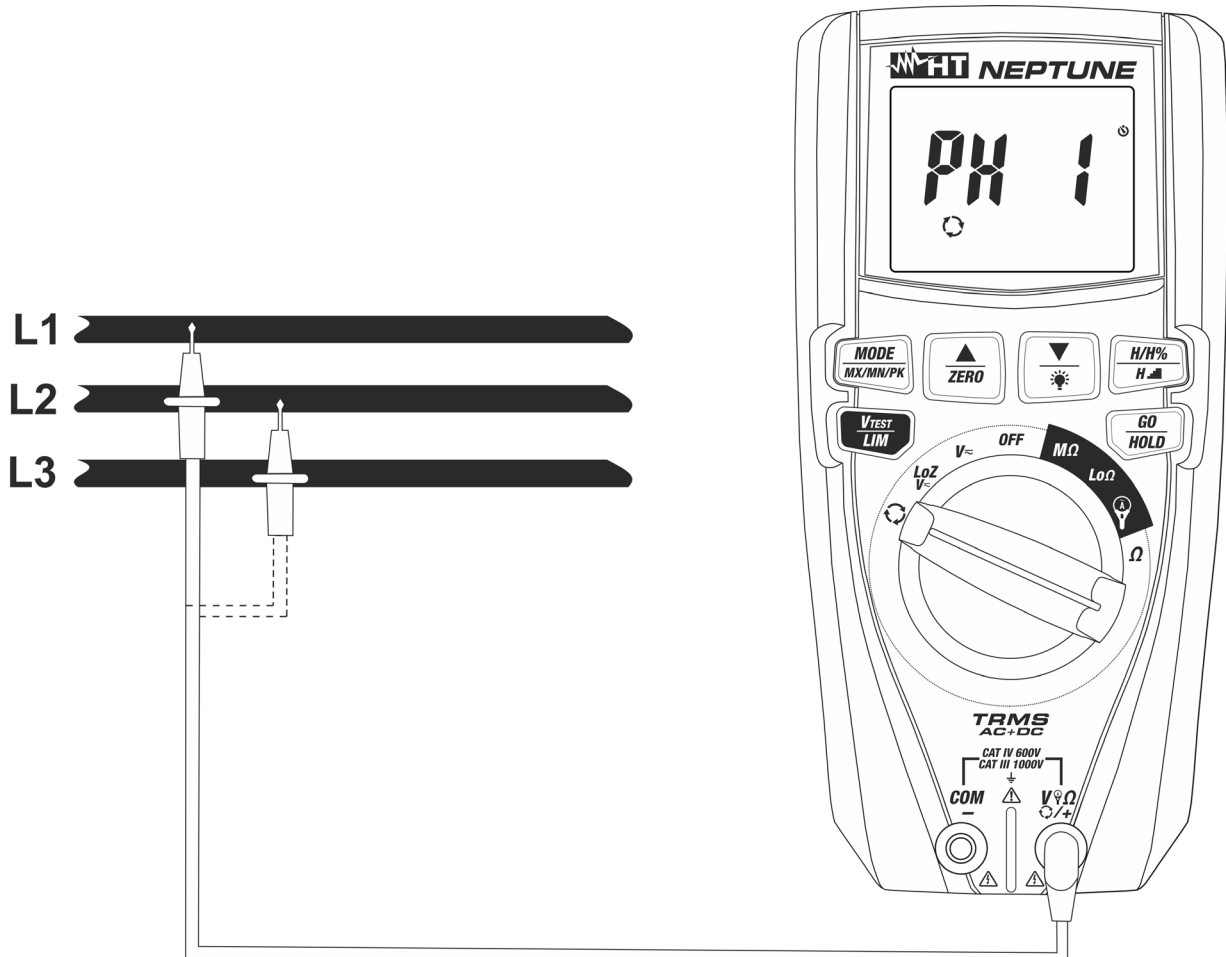
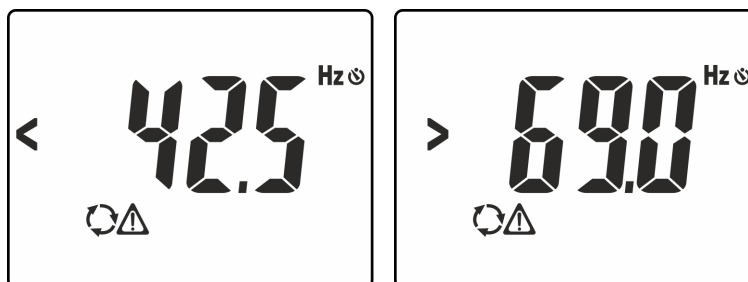
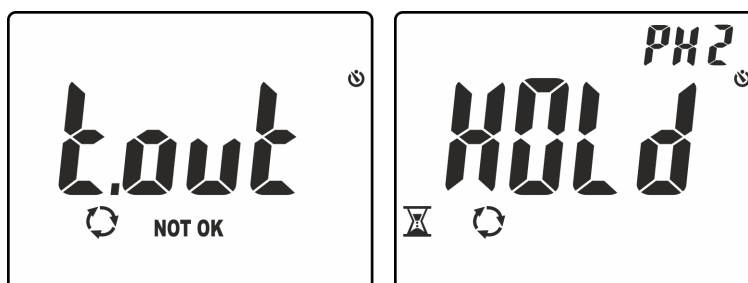

Fig. 10: Utilisation de l'instrument pour l'essai de séquence et de concordance des phases
Fig. 11: Signalisation de tension avec fréquence incorrecte.
Fig. 13: Reconnaissance de la phase L1 et attente de la phase L2.
3. Positionner l'embout rouge sur la phase **L1** du système triphasé sous test (voir Fig. 10). Les messages suivants peuvent être affichés à l'écran (voir Fig. 11) pour identifier la présence d'un signal de tension avec fréquence en dehors de l'intervalle **42.5Hz - 69Hz**, Dans ces conditions, l'instrument n'exécute pas le test.
6. Positionner l'embout rouge sur la phase **L2** du système triphasé sous test (voir Fig. 10). Si le passage entre la phase L1 et la phase L2 est effectué dans un temps supérieur à **10s**, l'instrument affiche le message «**t.out**» à l'écran (voir Fig. 13 – à gauche). Dans des conditions correctes de tension et de fréquence, l'instrument montre le message «**HOLD**», les symboles et «PH2» et il émet un son continu dans l'attente de la reconnaissance d'une valeur stable de tension sur la phase L2 (voir Fig. 13 – à droite)